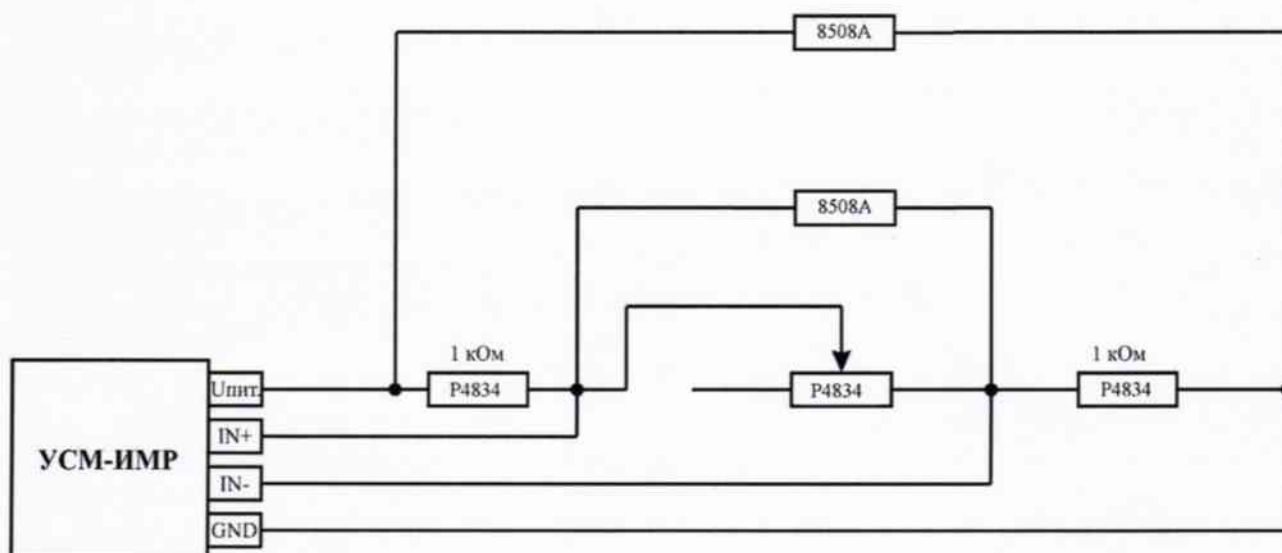

Рис. 1. Схема подключения измерительного модуля УСМ-ИМР.
- подключить измерительный модуль УСМ-ИМР в соответствии со схемой на рис. 1;